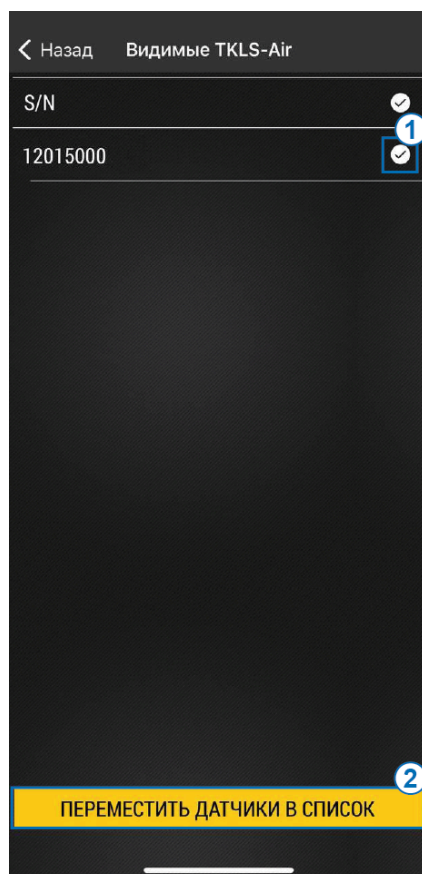
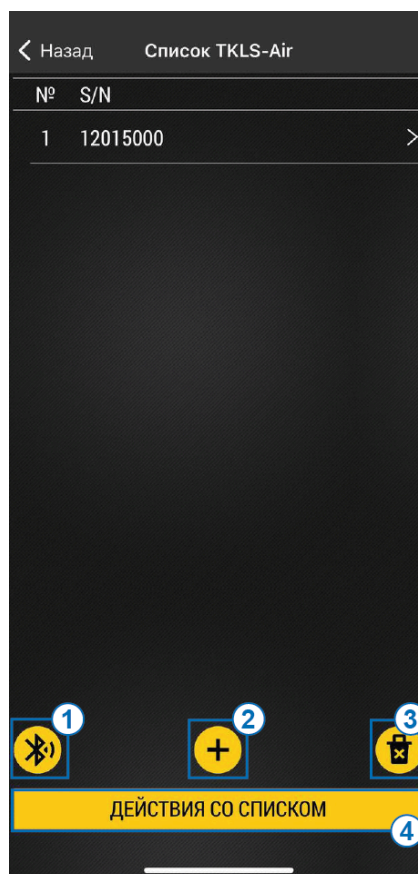
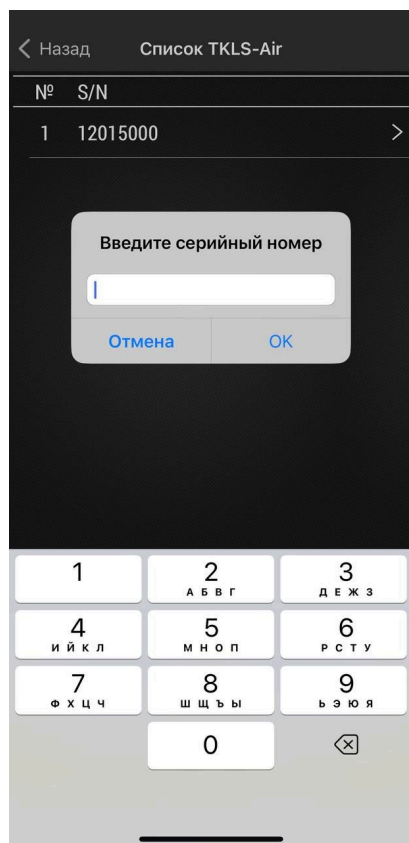
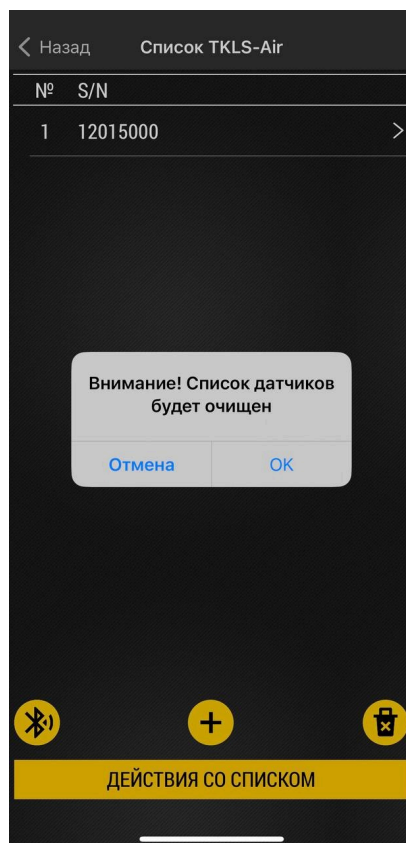

Рис.15. Список TKLS-Air
Рис.16. Видимые TKLS-Air
Рис.17. Ручное добавление
Рис.18. Удаление списка
2. Нажмите на строку «**Список TKLS-Air**». Откроется список датчиков TKLS-Air (Рис.15).
3. Чтобы добавить датчик, который попадает в зону поиска Bluetooth приемника нажмите на кнопку на Рис.15, п.1. Откроется список видимых датчиков. Для выбора беспроводных устройств нажмите на чек-бокс в соответствующей строке (Рис.16, п.1). После завершения выбора нажмите на кнопку «**Переместить датчики в список**» (Рис.16, п.2).
4. Чтобы добавить датчик вручную нажмите кнопку на **Рис.15, п.2**. Нажатие кнопки вызывает всплывающее окно, в которое нужно ввести серийный номер датчика (**Рис.17**).
5. Для удаления всех датчиков из списка нажмите на кнопку **Рис.16, п.3** и подтвердите удаление (**Рис.18**).